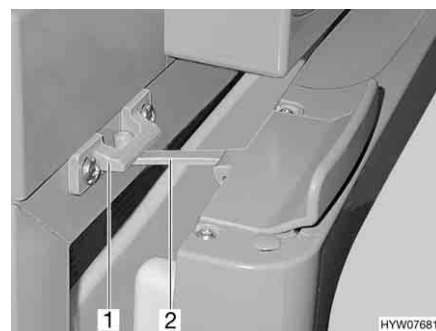

Fig. 196 Porta del frigorifero in posizione di ricircolo d'aria (Thetford)
- Aprire il bloccaggio (Fig. 196,2) e innestarlo nella sede di bloccaggio (Fig. 196,1). In questo modo la porta del frigorifero rimane ferma in posizione socchiusa.